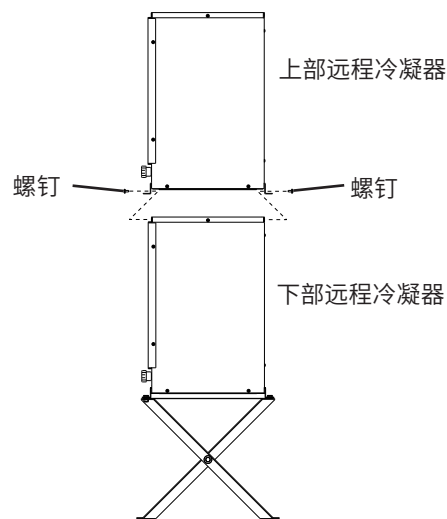

图15
- 2) 将上部远程冷凝器放在下部远程冷凝器顶部,如图15所示。